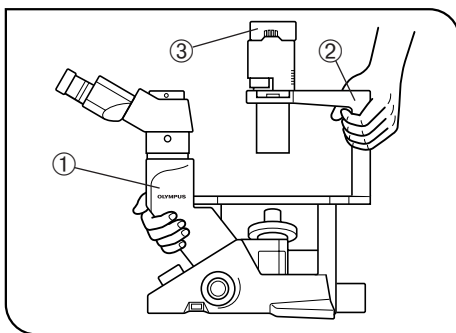

Fig. 1
3. Ao transportar o microscópio, mantenha-o na horizontal segurando pela base do tubo de observação com relé ① e pela coluna de iluminação ②. (fig. 1)
5. As superfícies do casquilho da lâmpada ③ da coluna de iluminação ficam muito quentes durante a operação. Ao instalar o microscópio, deixe espaço livre suficiente à volta e, especialmente, acima do casquilho da lâmpada. (fig. 1)
6. Para evitar potenciais choques eléctricos e queimaduras, antes de substituir a lâmpada, coloque o interruptor principal na posição ④ para “○” (desligado) e desligue o cabo de alimentação da tomada de parede. Se a lâmpada for substituída durante a utilização ou logo a seguir, deixe arrefecer o casquilho da lâmpada ③ e a lâmpada antes de lhes tocar. (fig. 1 & 2)